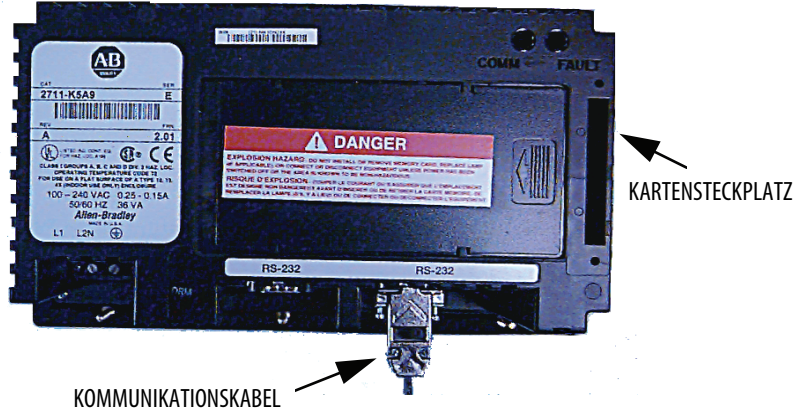

Abbildung 248 – Rückseite der Bedienschmittstelle
1. Suchen Sie den senkrechten Kartensteckplatz auf der Rückseite der Bedienschmittstelle (Abbildung 248).